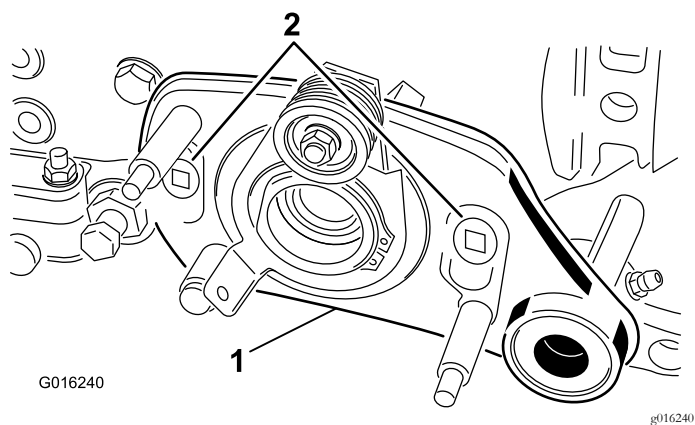

图36
8. 卸下将疏草刀驱动组件固定至侧板接合面的 2 个轴肩螺栓 图36。